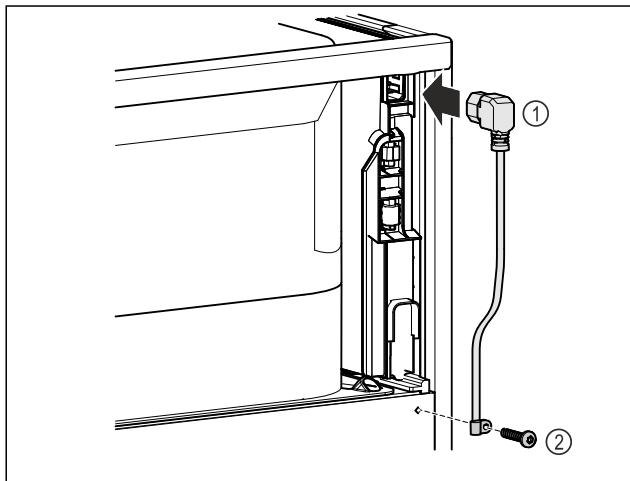

Fig. 13
- Levietojiet tīkla pieslēguma vada vājstrāvas ierīces ligzdu Fig. 13 (1) ierīces aizmugurē.
- Uzstādiet nostiepuma atslogošanas palīgierīci. Fig. 13 (2)